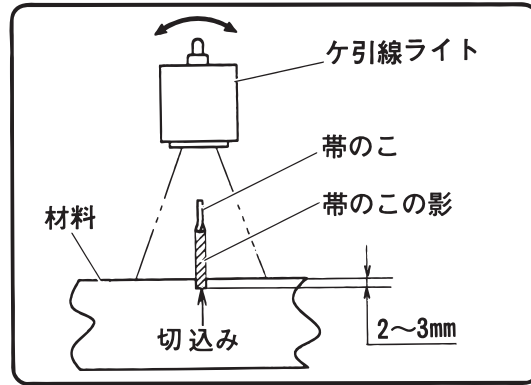

図 26
- 本機で材料に約2~3mmの切込みを入れます。(図26)
- ケ引き線ライトを点灯し、ケ引き線ライトを上下左右に振り、帯のこの影と切込み位置を合わせます。(図26)